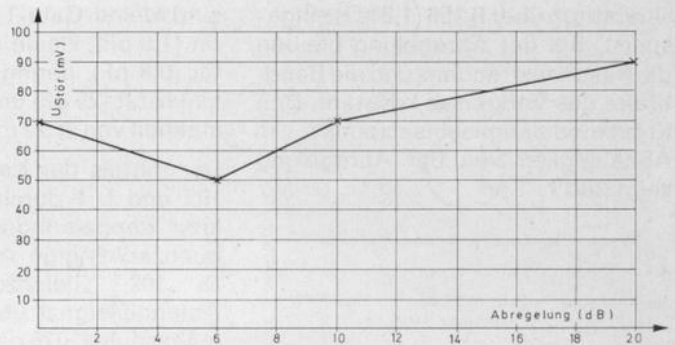

Bild 14 Kreuzmodulationseinsatzpunkt bei Abregelung, bezogen auf 1 mV Nutzpegel im K 34 und K 41 als Störsender.
e) Kreuzmodulationseinsatzpunkt in Abhängigkeit von der Abregelung (Bild 14)